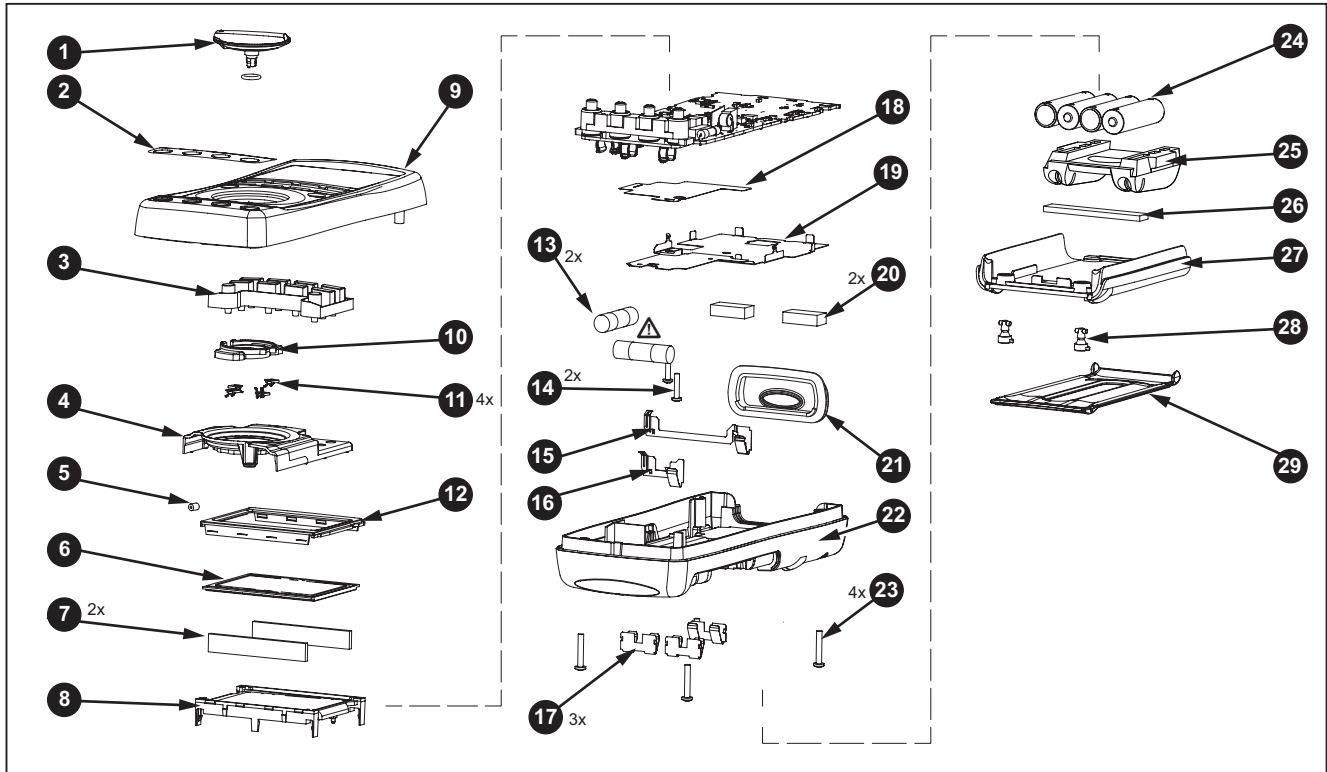

Abbildung 6. Ersatzteile
- Um eine durchgebrannte Sicherung zu ersetzen, wie folgt vorgehen. Abbildung 6 beachten:
Die Ersatzteile und einige Zubehörteile sind in Abbildung 6 dargestellt und in Tabelle 13 aufgelistet. Das Fluke Zubehörangebot für Digitalmultimeter umfasst zahlreiche andere Produkte. Kataloge sind beim zuständigen Fluke Fachhändler erhältlich.